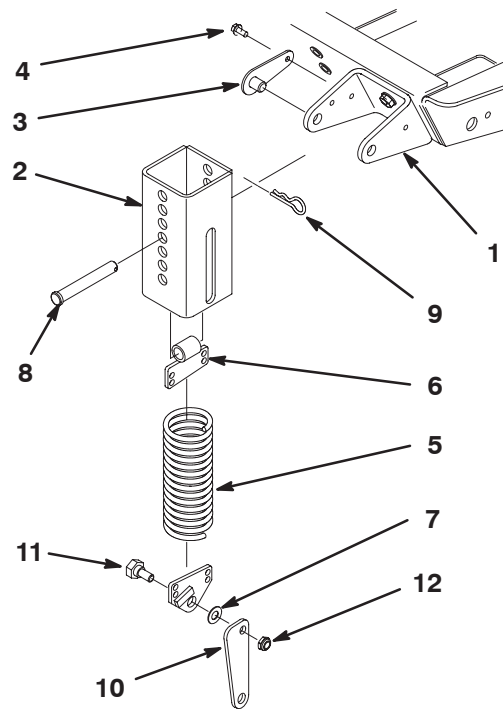
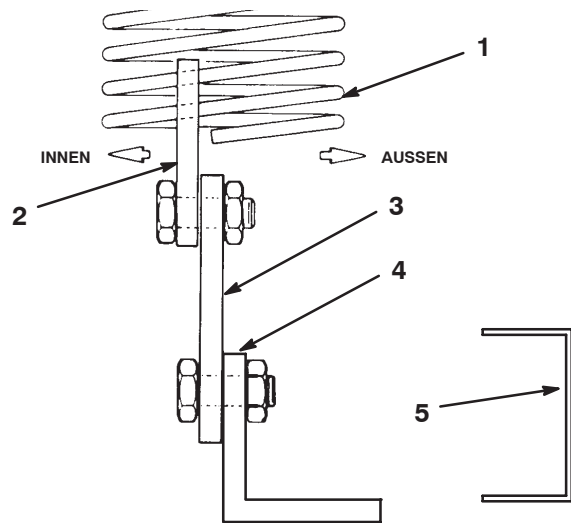

Bild 11
Bild 13
5. Drehen Sie die Spule der oberen Verlängerungsfeder in die Löcher am oberen Federende und die Spule der unteren Verlängerungsfeder in die Löcher am unteren Federende (Bild 11).
6. Befestigen Sie das Kniegelenk am unteren Federende so, dass der breite Teil des Kniegelenks nach vorne und der Federendenanschlag nach außen zeigt. Befestigen Sie das Kniegelenk mit einer Schulterschraube und Sicherungsmutter außen am Federende (Bild 13) (Bild 11 und 12).
8. Richten Sie die geschlitzten Löcher in der Federabdeckung (Schlitz zeigt nach unten) mit den Löchern in der Befestigungshalterung aus. Setzen Sie die Arretierstifte in die Halterungslöcher und befestigen Sie jeden mit einer Blechschaube an der Halterung (Bild 11). Ziehen Sie die Schrauben mit 27 Nm an.
9. Setzen Sie die Feder und das obere Federende von unten in die Federabdeckung ein. Wählen Sie ein Loch, das der Schnitthöhe des Mähwerks entspricht, d. h. das obere Abdeckungsloch entspricht der höchsten Höheneinstellung, das untere Abdeckungsloch entspricht der niedrigsten usw. Richten Sie das Loch am oberen Federende mit den ausgewählten Löchern in der Federabdeckung aus und setzen Sie einen Lastösenbolzen ein, um die Feder in der Abdeckung zu befestigen (Bild 11). Befestigen Sie den Lastösenbolzen mit einem Splint.